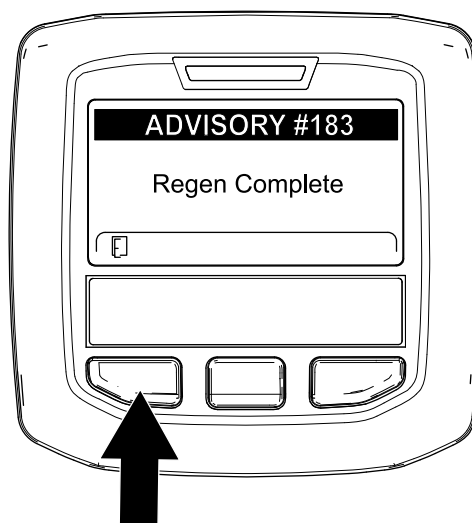

Figura 69
- Cuando el ordenador del motor finaliza una regeneración con la máquina aparcada o una regeneración de recuperación, el InfoCenter muestra ADVISORY #183 (Aviso n.º 183) (Figura 69). Pulse el botón de la izquierda para salir a la pantalla de inicio.
Nota: Si la regeneración no se realiza correctamente, el InfoCenter muestra Advisory #184 (Aviso n.º 184) (Figura 69). Pulse el botón de la izquierda para salir a la pantalla de inicio.